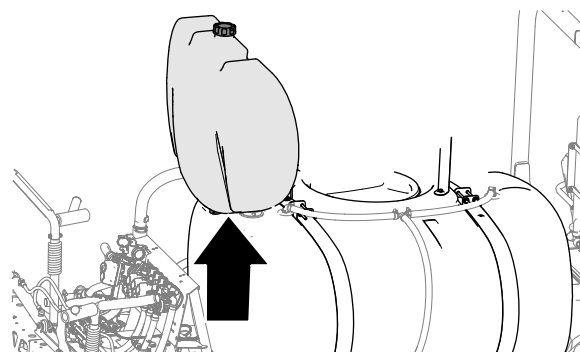

Figure 5
6. Déposez le réservoir de rinçage de la machine (Figure 5).